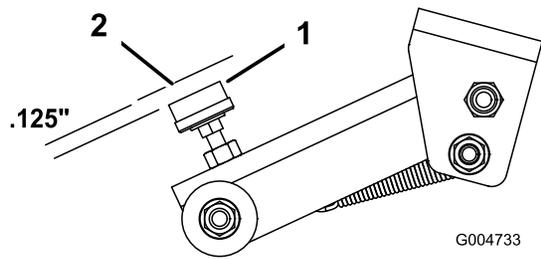

Figura 78
4. La distanza tra il cuscinetto di gomma della vite di regolazione (Figura 78) ed il fermo dell'apparato di taglio deve essere di 3 mm. Se fosse necessario regolare, allentate il dado sulla vite di regolazione,